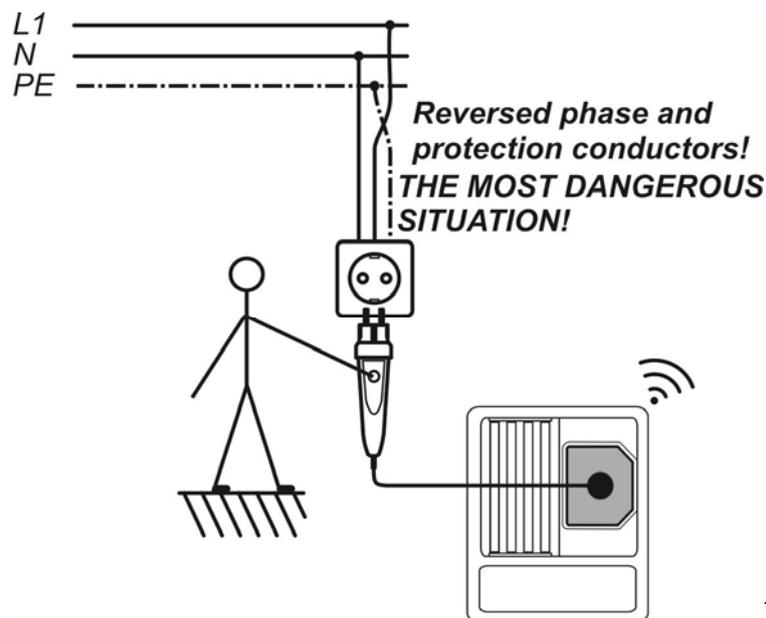

Figura D.4: Conductores L y PE invertidos (*schuko commander*)
- ❑ **Conecte** el *commander* al elemento a probar (vea Figura D.4)).